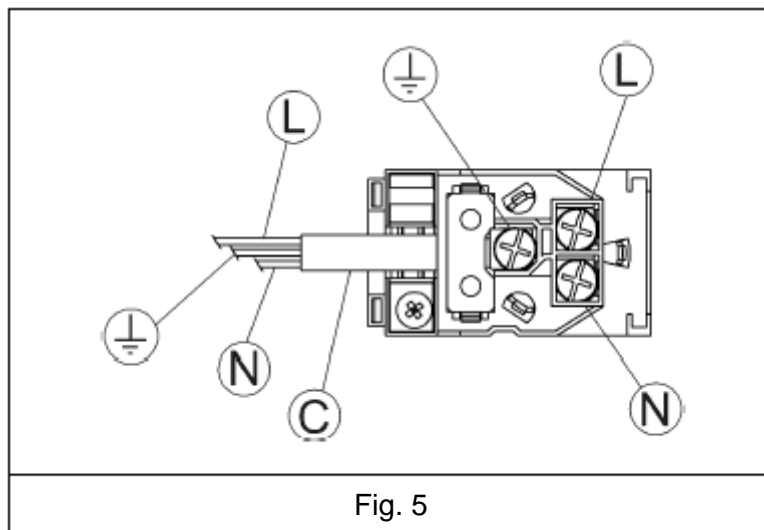

Fig. 5
- Installez les câbles comme indiqué sur la Fig. 5, où :